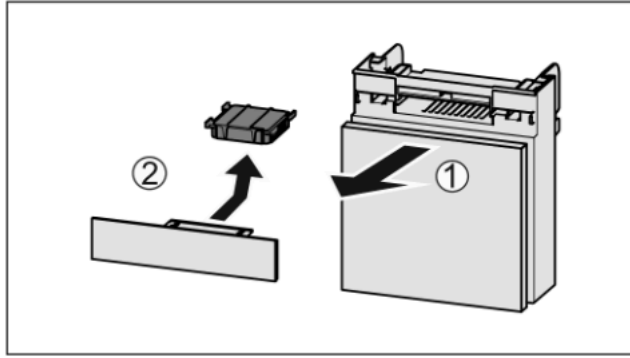

Fig. 67
- ▶ Estrarre il vano tirando in avanti Fig. 67 (1).
- ▶ Rimuovere il filtro a carboni attivi Fig. 67 (2).